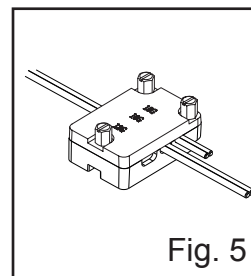

Fig. 5
3. Vuelva a colocar la tapa en la caja del conector y ciérrela herméticamente usando tres (3) tornillos de mariposa. Si se requiere fuerza adicional para asegurarse de que la parte superior e inferior de la caja encajen firmemente, use un destornillador para ranura. Encienda la unidad eléctrica. Si la lámpara no se enciende, repita las operaciones 2 y 3. (Fig. 5)